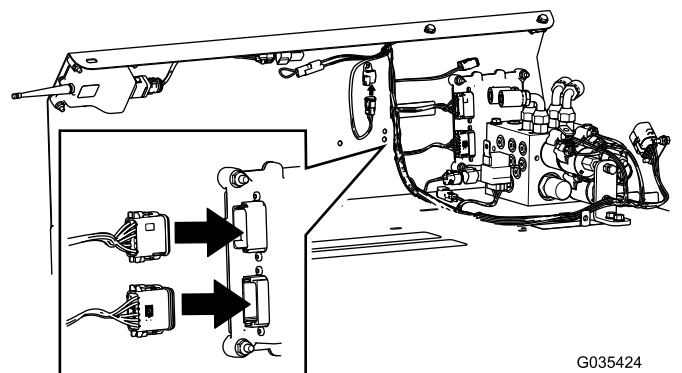

図 15
6. コントローラのコネクタをコントローラのアダプタに接続する 図 15。